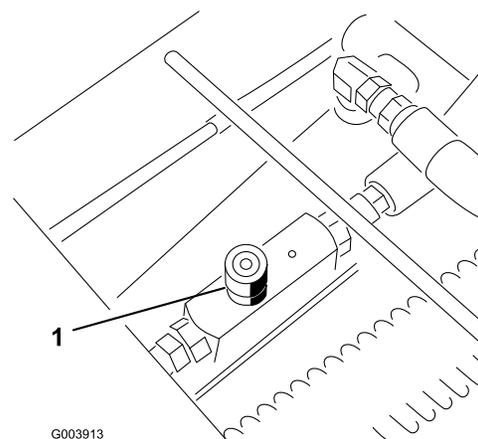

図 74
1. 調整バルブ（図74）は運転台の床のアクセス・パネル裏にある。